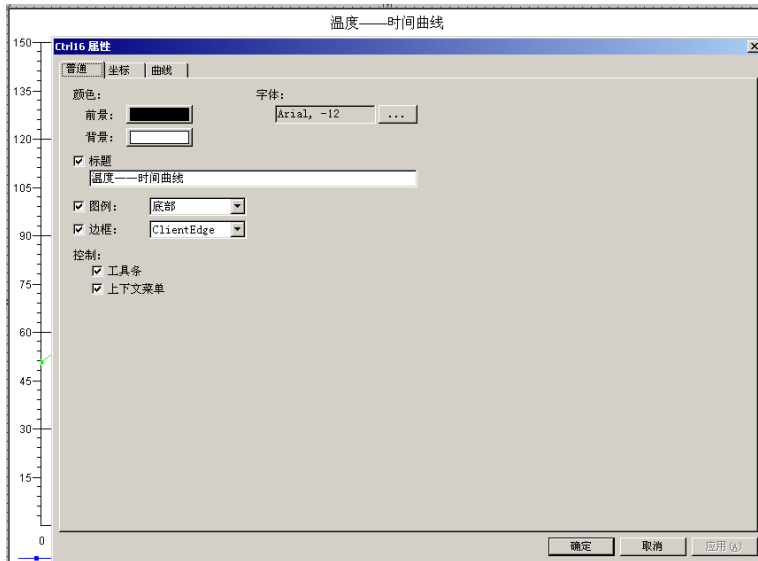

图8.85 设置曲线标题
- ◇ **标题：** 为曲线图表添加一个标题。如图8.85所示。